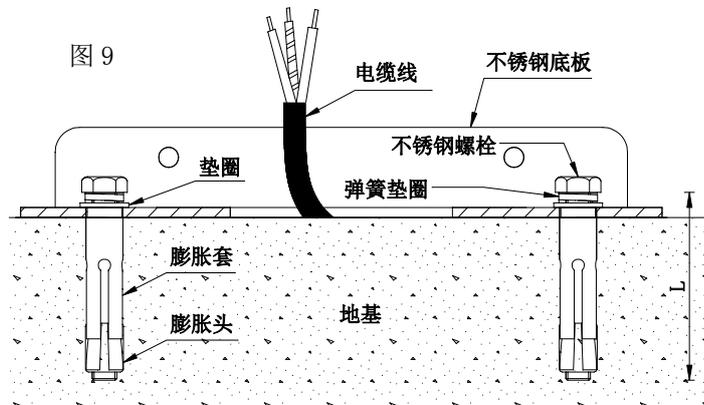

图 9
2.4 将不锈钢膨胀螺栓装在不锈钢底盘上，膨胀套处于松开状态。然后将螺栓插入底孔中，再用六角扳手锁紧膨胀螺栓，将底盘平稳固定在地基上，图9。